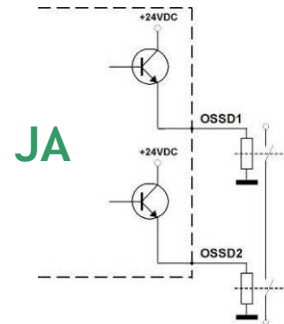

Abb. 17
- Die Sicherheitskontakte OSSD1 und OSSD2 dürfen untereinander auf keinen Fall in Reihe oder parallel geschaltet werden, können jedoch beide einzeln unter Einhaltung der Sicherheitsanforderungen der Anlage eingesetzt werden (siehe Abb. 17).